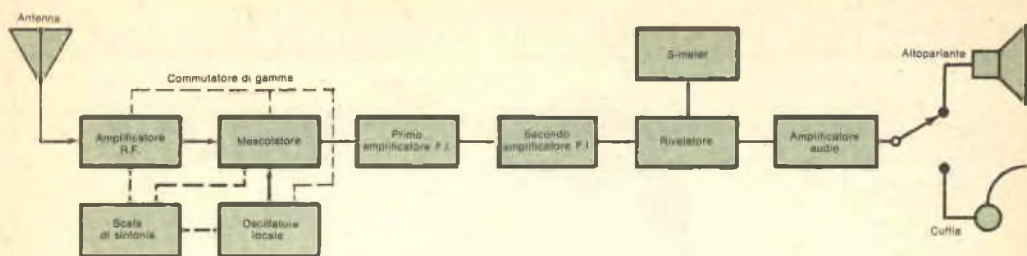
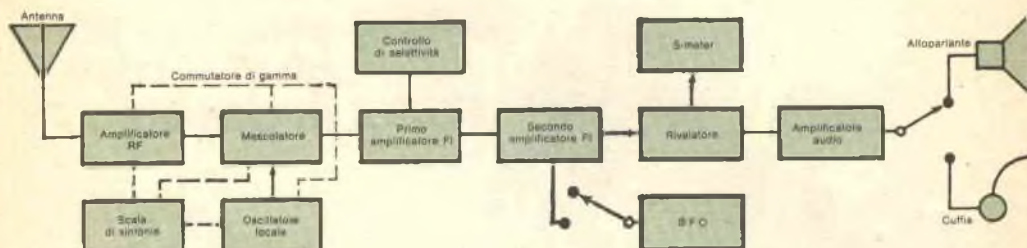
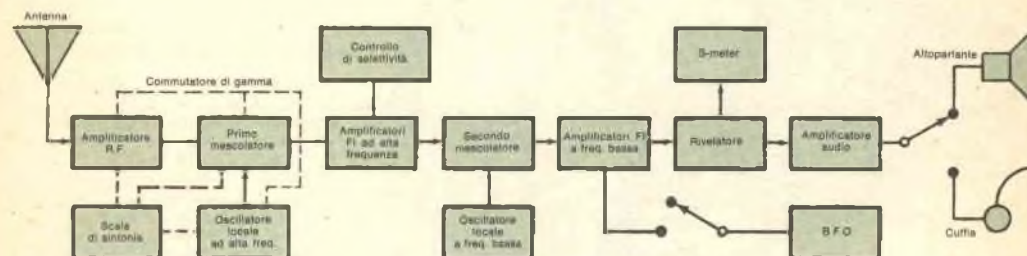

Fig. 2 - Un tipico ricevitore per onde corte ha i circuiti e le caratteristiche qui rappresentate.
Fig. 3 - Spesso vengono aggiunti circuiti speciali come il controllo di selettività e il BFO.
Fig. 4 - I ricevitori più sofisticati impiegano la doppia conversione con due oscillatori e due amplificatori F.I.
*Accessori dei ricevitori ad onde corte* - La progressione di accessori speciali relativi ai ricevitori a onde corte si può comprendere meglio facendo riferimento agli schemi a blocchi riportati nella *fig. 2*, nella *fig. 3* e nella *fig. 4*. Gli schemi rappresentano tre livelli di progetto di ricevitori, in ordine progressivo di complessità e sofisticazione e gli accessori che val la pena di menzionare sono specificati nelle didascalie.
La *fig. 2* rappresenta il tipico ricevitore multibanda portatile che, in realtà, non differisce da un buon ricevitore MA progettato per la ricezione delle onde medie. Di particolare importanza sono lo stadio RF necessario per una maggiore sensibilità e che viene omesso in molti ricevitori MA, la presenza di diversi stadi di amplificazione FI per restringere la curva di selettività rappresentata nella *fig. 1*, la possibilità di ascolto in cuffia, le dimensioni e la qualità dell'altoparlante incorporato. Incidentalmente, la cuffia può sostanzialmente migliorare il rapporto segnale/rumore nel senso che libera l'ascolto dal rumore ambientale o locale, per cui generalmente si odono segnali difficilmente comprensibili in altoparlante. Lo S meter non è altro che un misuratore dell'intensità del segnale tarato in unità S arbitrarie, generalmente da 0 a 9, e che fornisce una certa indicazione relativa dell'intensità del segnale ricevuto.
La *fig. 3* rappresenta il primo passo successivo nella qualità di un ricevitore e si può giustamente chiamare lo schema di un ricevitore per comunicazioni. Anche se la maggior parte dei blocchi sono gli stessi della *fig. 2*, sono stati aggiunti un BFO ed un controllo per la selettività variabile. Il BFO è un oscillatore che produce una frequenza prossima a quella FI. Quando viene acceso, si ode una nota di battimento se ci si avvicina alla frequenza di una portante. Ciò è utile ricevendo trasmissioni in CW, trasmissioni in codice in cui la portante viene commutata anziché modulata con un'informazione audio. Il BFO è anche utile nella ricerca di portanti deboli, in quanto il fischio continuo del battimento tra due frequenze è più discernibile del parlato talvolta intermittente ed evanescente di una stazione
La fig. 4 presenta un altro schema noto come doppia conversione; in tali ricevitori il primo oscillatore locale di alta frequenza è estremamente stabile, spesso controllato a cristallo, mentre un secondo oscillatore locale ed un mescolatore forniscono un sistema di sintonia molto suddiviso, spesso largo solo 500 kHz per banda. Le letture sulla scala si fanno facilmente usando la doppia conversione, persino a meno di  $\pm 1$  kHz. Questo sistema è particolarmente efficace per la ricezione di alte frequenze.
Per questa ragione, anche se il ricevitore per comunicazioni il cui schema è riportato nella fig. 3 è in grado di assicurare una ricezione multibanda e suddivisa, si troverà spesso che in questo tipo di ricevitore, per le bande a frequenze più alte, viene usata la doppia conversione.